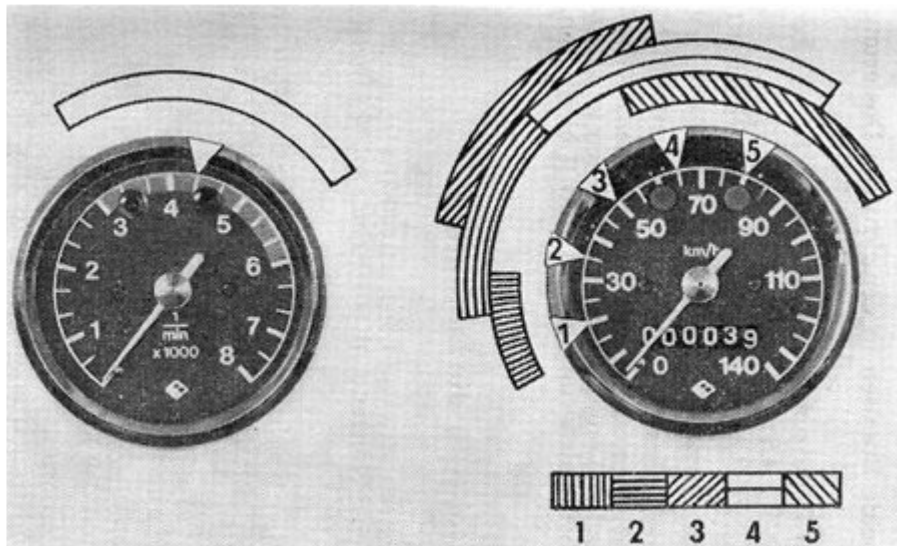

Bild 9. Drehzahl und Geschwindigkeitsbereiche
Der Motor braucht nicht warmzulaufen, er wird warmgefahren. Die Gänge unter Benutzung der Kupplung schalten, wobei mit dem ersten Gang anzufahren ist. Die Benutzungsbereiche der Gänge sind aus Bild 9 zu ersehen. Die dort dargestellten Geschwindigkeitsbereiche gelten für die Übersetzung Getriebe/Hinterrad 19/48 Zähne. Für andere Übersetzungen liegen die Geschwindigkeitsbereiche niedriger.
2. Die im Bild 9 angegebenen Bereiche für das Einfahren einhalten und rechtzeitig schalten.